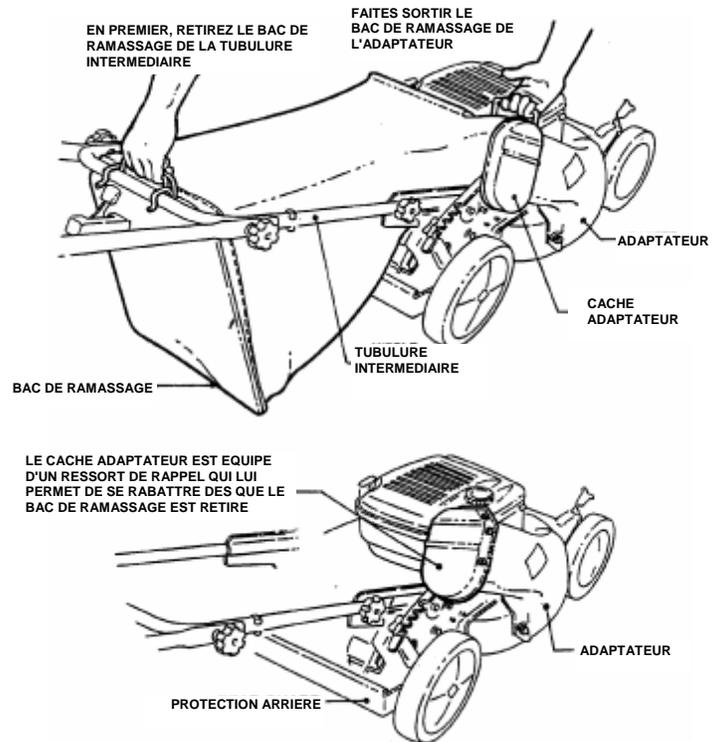

FIGURE 2.10
**ÉTAPE 2 :** Installez le bac de ramassage d'herbe en glissant le connecteur par dessus la bride de l'adaptateur. Attachez les crochets du bac de ramassage par dessus la poignée centrale de la barre transversale (voir la Figure 2.10).